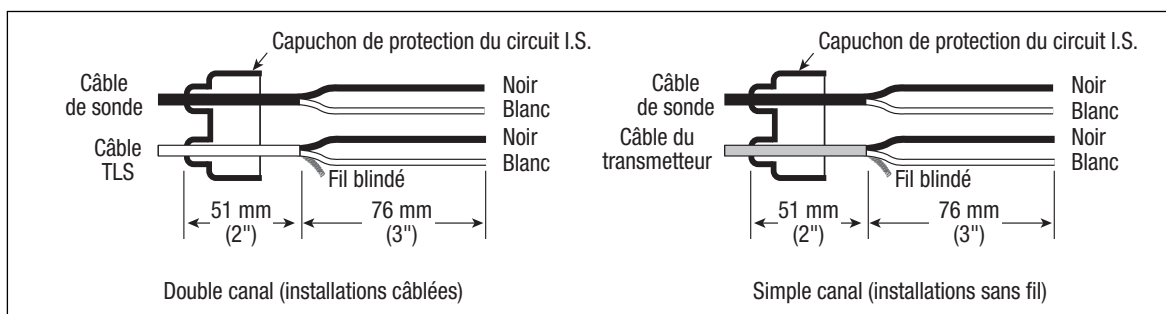

Figure 17. Longueurs d'épissure
1. Coupez les trous d'entrée des capuchons du boîtier en époxy vinyle souple de la protection du circuit I.S. appropriée au diamètre de chaque câble. Maintenez une taille de trou minimale. Insérez environ 127 mm (5 pouces) de chaque câble dans les ouvertures [Figure 17]. Retirez 76 mm (3 pouces) de la gaine extérieure de chaque câble. Dénudez les conducteurs.